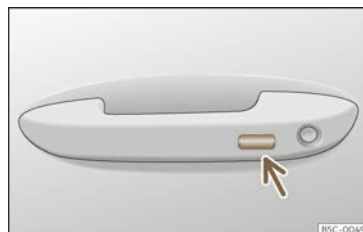

Abb. 91 Türgriff: Sensorfläche.
• **ODER:** mit dem Keyless Access-System (nur Schließen): Finger einige Sekunden auf der Sensorfläche zur Verriegelung >>> (Abb. 91) (Pfeil) im Türgriff halten, um die Fenster und das Schiebedach zu schließen. Sobald Sie die Sensorfläche nicht mehr berühren, wird die Schließfunktion unterbrochen.
Halten Sie einige Sekunden lang einen Finger über die Sensorfläche zur Verriegelung >>> (Abb. 91) (Pfeil) am Türgriff, damit das Dach geschlossen wird. Sobald Sie die Sensorfläche nicht mehr berühren, wird die Schließfunktion unterbrochen.